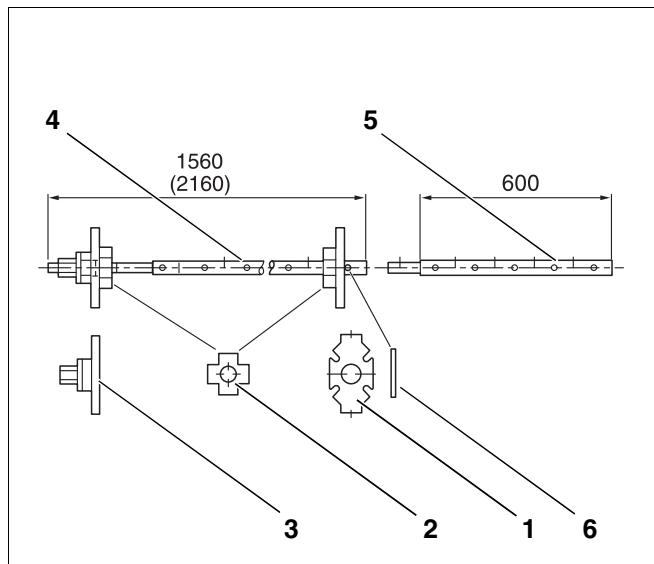
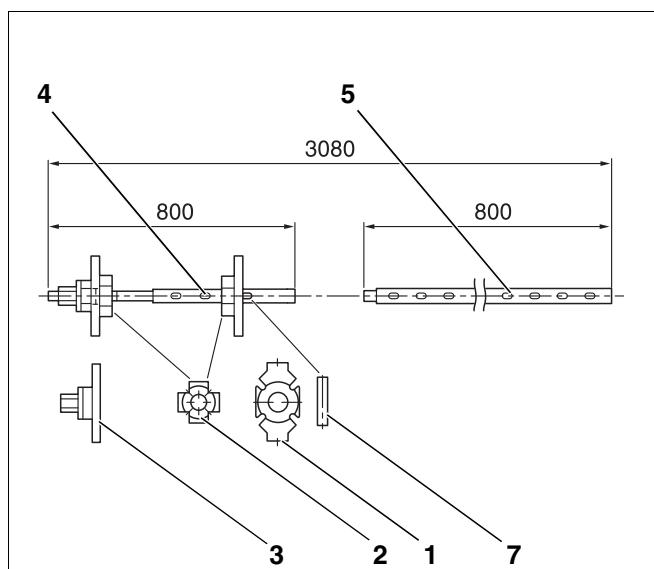
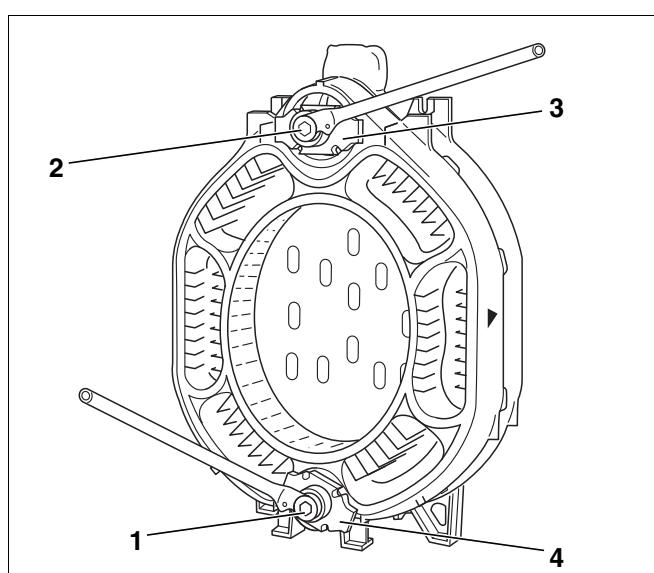

Рис. 1 Стяжной инструмент котла, размер 2.2
Рис. 2 Стяжной инструмент котла, размер 2.3
Рис. 14 Применение стяжного инструмента котла
- Стяжной инструмент котла 2.2 (рис. 1) или 2.3 (рис. 2)
Экспликация к (рис. 1) и (рис. 2):
Далее необходимо стянуть собранную часть конструкции котла стяжным инструментом (рис. 14).
Разрешается применять только стяжной инструмент котла, размер 2.2 или 2.3 (рис. 1, рис. 2 и рис. 14, поз. 1 и 2).
- Фланцы (рис. 14, поз. 3 и 4) с зажимной гайкой надеть на стягивающие штанги (рис. 1 и рис. 2, поз. 4).